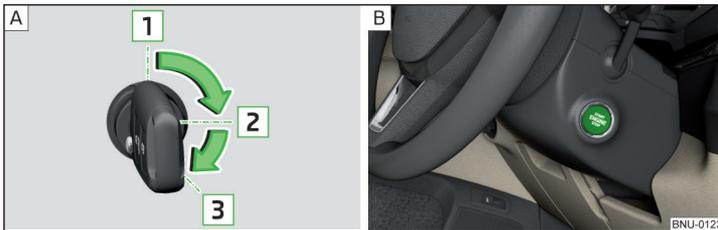

Abb. 235 Positionen des Fahrzeugschlüssels im Zündschloss / Starterknopf
Positionen des Fahrzeugschlüssels im Zündschloss » Abb. 235 - **A**
› Den Knopf drücken » Abb. 235 - **B**, die Zündung wird ein-/ausgeschaltet.
- › Bei Fahrzeugen mit **Zündschloss** den Schlüssel in die Position **3** drehen » Abb. 235 auf Seite 207 - **A**, es erfolgt der Startvorgang. Dann den Schlüssel loslassen, der Motor springt automatisch an.
- › Bei Fahrzeugen mit **Starterknopf** den Knopf kurz drücken » Abb. 235 auf Seite 207 - **B**, der Motor springt automatisch an.
- › Bei Fahrzeugen mit **Zündschloss** den Schlüssel in die Position **1** drehen » Abb. 235 auf Seite 207 - **A**.
- › Bei Fahrzeugen mit **Starterknopf** den Knopf drücken » Abb. 235 auf Seite 207 - **B**, der Motor und die Zündung werden gleichzeitig ausgeschaltet.
► Den Knopf gedrückt halten » **Abb. 235 auf Seite 207** - **B** oder zweimal innerhalb von 1 Sekunde drücken.